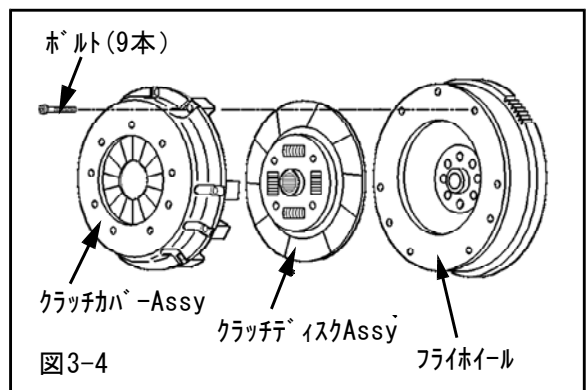

図3-4
- (4) フライホイールフェイス面およびクラッチカバーAssyのプレートの摩擦面を脱脂してください。
- (5) バランス取りペイントを同一方向に合わせて、クラッチディスクAssy、クラッチカバーAssyをクラッチカバーボルトを使用して、取付けてください。クラッチディスクAssyは、スプラインボス凸部がミッション側に向くように取付けてください。(図3-4) (P1×1, P2×1, P4×1)